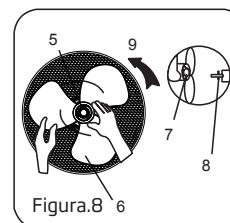

Figura.8
- Insira a lâmina no eixo e verifique se o pino do eixo do rotor está encaixado na ranhura da lâmina. Gire o girador no sentido anti-horário para apertar a lâmina. (Figura.8)